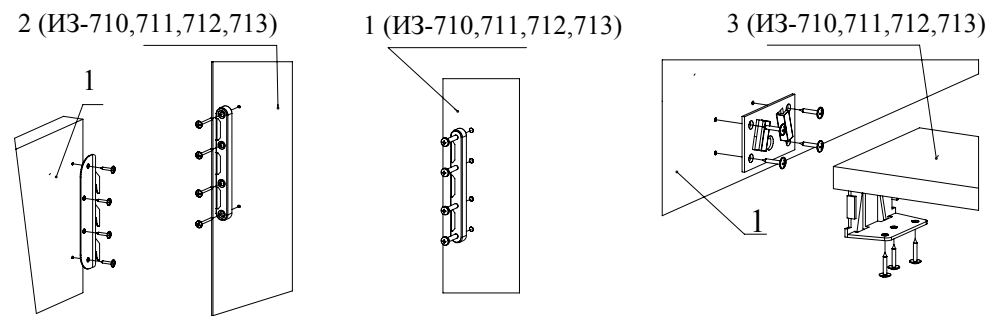

Рис.1
1. Шурупами 3,5x20 прикрутите кроватные стяжки, а шурупами 3,5x16 стяжки клиновые к детали 1. Вставьте стяжки винтовые в кроватные планки и затяните винтами М4 с тыльной стороны детали 1 (ИЗ-710 или 711,712,713). С помощью шурупов 4x30 прикрутите кроватные планки к детали 2 (ИЗ-710 или 711,712,713), шурупами 3,5x16 прикрутите стяжки клиновые к детали 3 (ИЗ-710 или 711,712,713) (Рис.1).